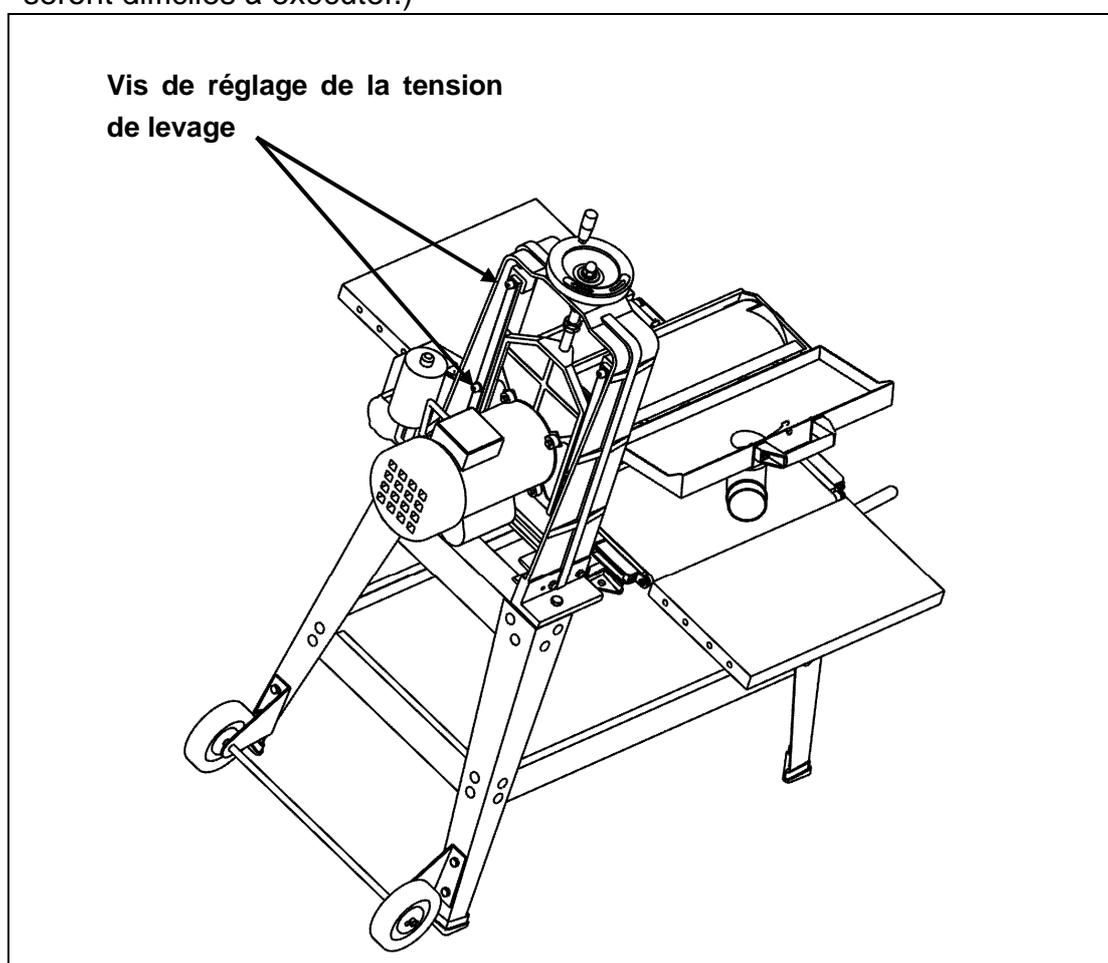

Figure 7
1. Contrôlez le serrage des vis de réglage de la tension de levage (Figure 7). Le serrage de ces vis doit permettre des réglages de hauteur aisés tout en assurant un serrage suffisant pour limiter la déflexion du cylindre. (Si les vis ne sont pas suffisamment serrées, le cylindre accusera une déflexion lors de l'utilisation, entraînant l'irrégularité de la surface de ponçage. Si les vis sont trop serrées, les réglages de la hauteur du cylindre de ponçage seront difficiles à exécuter.)